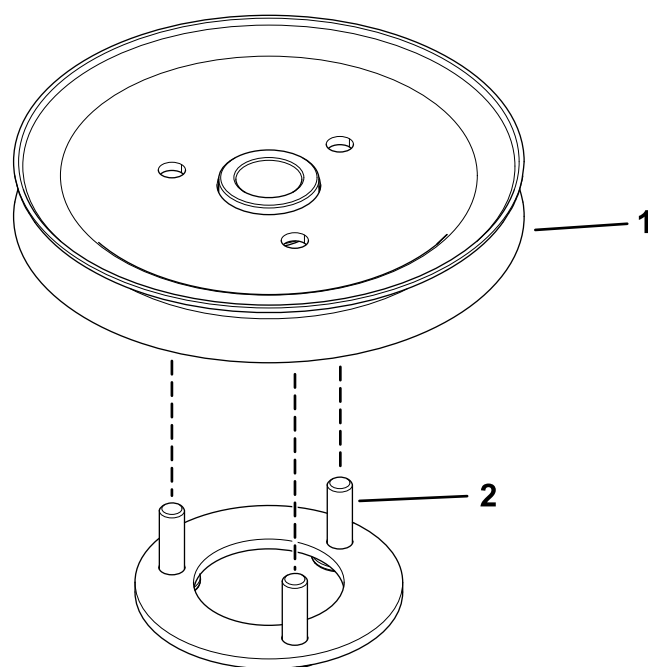

Bild 2
2. Stecken Sie die Bolzen der Scheibenhaltung in die Löcher in der Laufrolle (Bild 2).